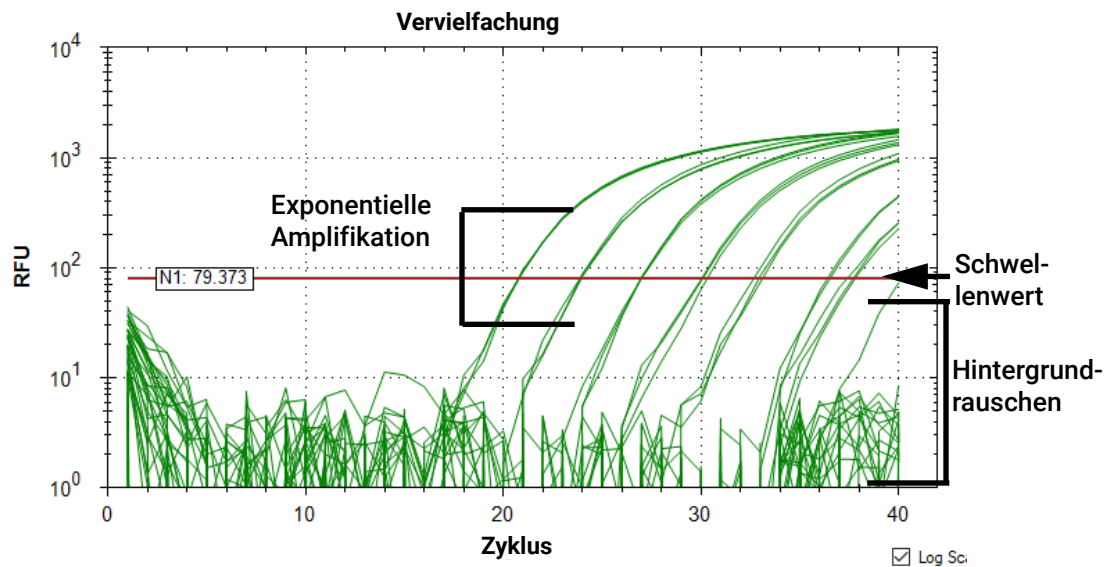

Abbildung 35 Maestro-Diagramm „Amplifikation“ (Amplifikation) für das N1-Ziel
- b Bestimmen Sie, ob der Schwellenwert sowohl hoch genug ist, um über dem Hintergrundrauschen zu liegen, als auch niedrig genug, um die Plots in der exponentiellen Amplifikationsphase einzubeziehen (siehe **Abbildung 35**). Gehen Sie auf der Grundlage dieser Bestimmung wie in **Tabelle 15** beschrieben vor.